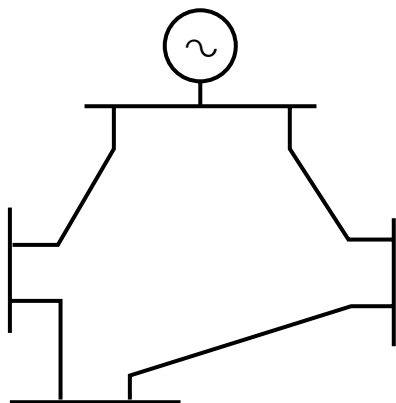

fig. 24 : schéma d'un réseau bouclé.
■ un réseau bouclé est un réseau comportant une ou des boucles fermées en exploitation normale (cf. fig. 24).